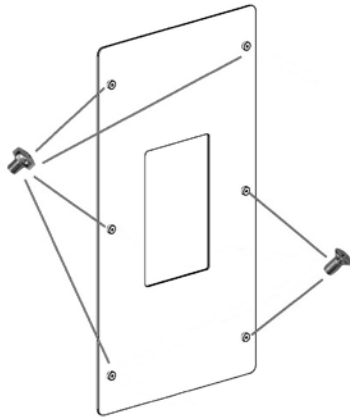

Fig. 40 - Die Schrauben anschrauben
- Die Schrauben an den am Glas vorhandenen Buchsen anschrauben: 4 Schrauben mit rundem Kopf und 2 Schrauben mit flachem Kopf (siehe **Fig. 40**).